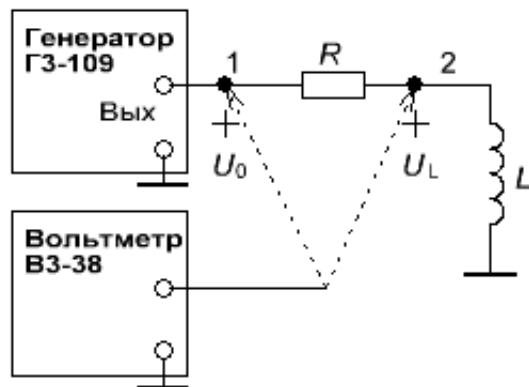

Рис. 4.3
2.3. Соберите цепь, схема которой представлена на рис. 4.3.